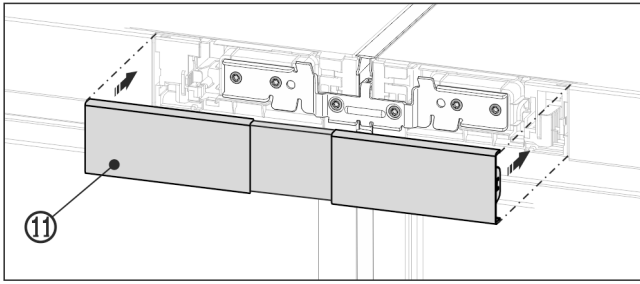

Fig. 23 Shembull ilustrues
- Futni me ngecje kapakun mbulues Fig. 23 (11) të sipërm në hapësirën e ndërmjetme ende të hapur të të dy shiritave të paneleve të komandimit. Bëni kujdes që anët e jashtme të kapakut mbulues të mbyllën rrafsh me shiritin e panelit të komandimit.